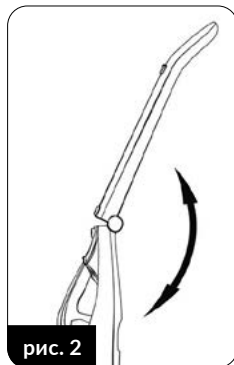

рис. 2
4. Розгорніть ручку в зборі (2) і зафіксуйте в розкладеному положенні (рис. 2). Ручку можна скласти, натиснувши кнопку (3).